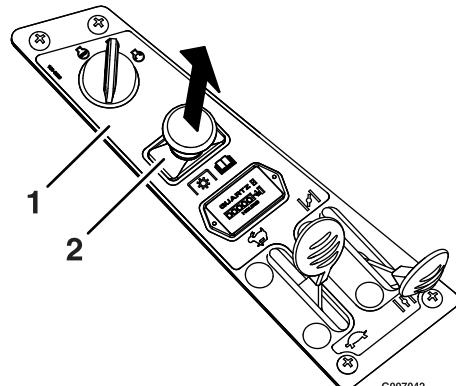

Figura 12
3. Innestate le lame estraendo il relativo comando su On (Figura 12).